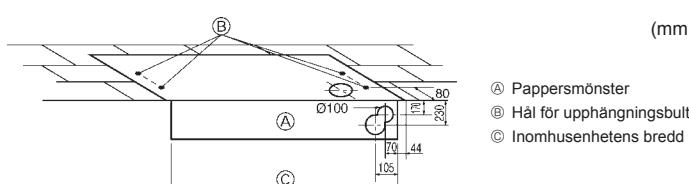

Fig. 3-3
3) Val av lägen för upphängningsbultar och rör (Fig. 3-3)